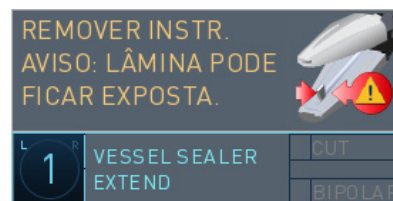

Figura 3.2 Mensagem Remove Instrumento
1. A partir do Console do Cirurgião, pressione o pedal de troca do braço para confirmar a mensagem. Se a mensagem Remove Instrumento for exibida (Figura 3.2), o controle do instrumento será restaurado, mas os modos de selagem e corte permanecerão desativados. Se o sistema retrainr a lâmina com sucesso, esta mensagem pode desaparecer e a funcionalidade completa pode ser retomada, incluindo a reposição dos modos de selagem e corte.